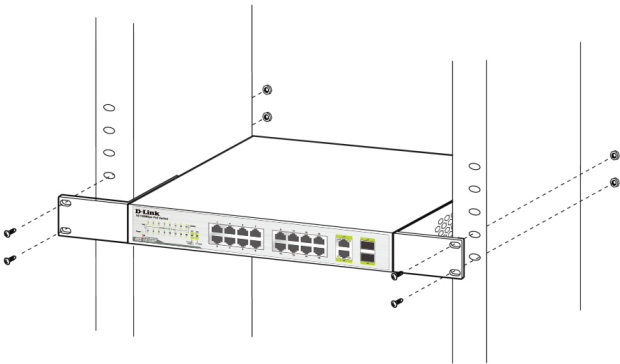

Abbildung 4. Montage im Rack
2. Befestigen Sie das Gerät mithilfe der mit dem Rack gelieferten Schrauben im Geräterack (**siehe Abbildung 4**).